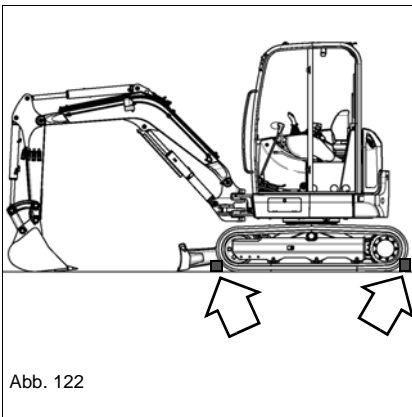

Abb. 122
10. Laufwerksketten mit entsprechenden Absicherungen (z.B. Unterlegkeile, Klötze) wie in Abb. 122 versehen.